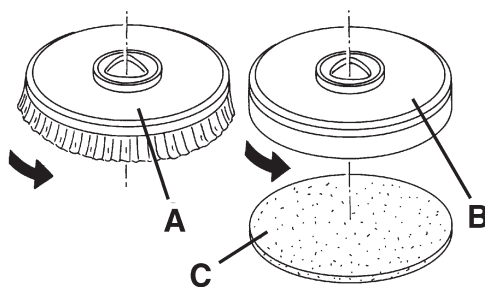

Abbildung 2
1. An dem mit dem geeigneten Bürstenkopf vorgerüsteten Gerät können sowohl Bürsten (A, Abb. 2) als auch Padhalter (B) mit Pad (C) montiert werden, je nach auszuführender Bodenbehandlung.
2. Den Zündschlüssel (80) einstecken und ihn auf „I“ stellen.
3. Falls vorhanden, den Geschwindigkeitsregler (84) aufs Minimum bringen durch ihn gegen den Uhrzeigersinn zu drehen.
4. Die Bürsten (A) oder die Padhalter (B) unter dem betreffenden Kopf (18a) oder (18b) positionieren.
5. Den Kopf auf die Bürsten/Padhalter mittels des Pedals (11) senken.
6. Den Zündschlüssel (80) auf „I“ stellen.
7. Den Schalter für die Aktivierung der Bürsten/Padhalter (71) drücken.
8. Um die Bürste/Padhalter anzukuppeln, ist es notwendig nur einen Schalter (83) zu drücken, dann ihn freigegeben. Falls erforderlich wiederholen, bis die Bürsten/der Padhalter angekuppelt sind.